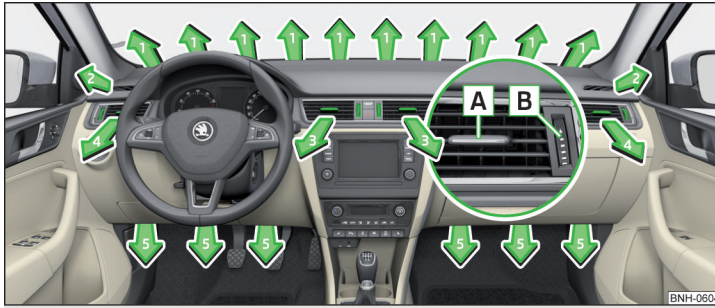

Abb. 101 Luftaustrittsdüsen
Bei den Luftaustrittsdüsen **3** und **4** » Abb. 101 kann die Luftströmungsrichtung geändert und die Düsen können auch einzeln geöffnet und geschlossen werden.
- Die waagerechten Lamellen mithilfe des verschiebbaren Verstellelements **A** » Abb. 101 nach oben oder unten drehen, um die Höhe der Luftströmung zu ändern.
- Den Regler **B** nach oben drehen » Abb. 101.
- Den Regler **B** nach unten drehen » Abb. 101.
Richtung des Luftaustritts einstellen	Aktive Luftaustrittsdüsen » Abb. 101